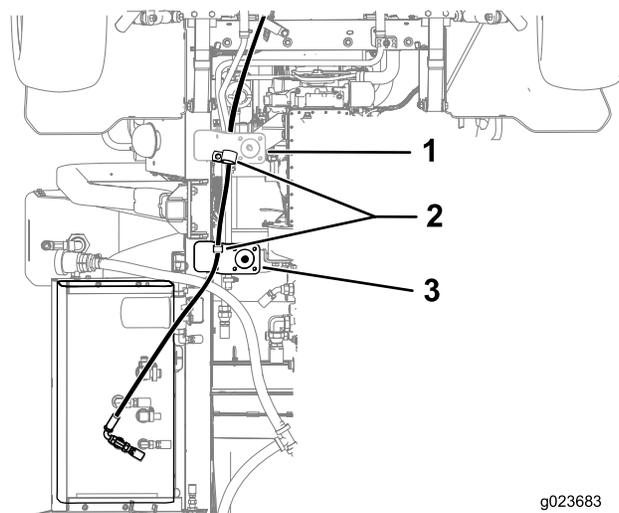

Figura 4
- 7. Prenda o tubo aos suportes na máquina utilizando 2 grampos em R (Figura 4).